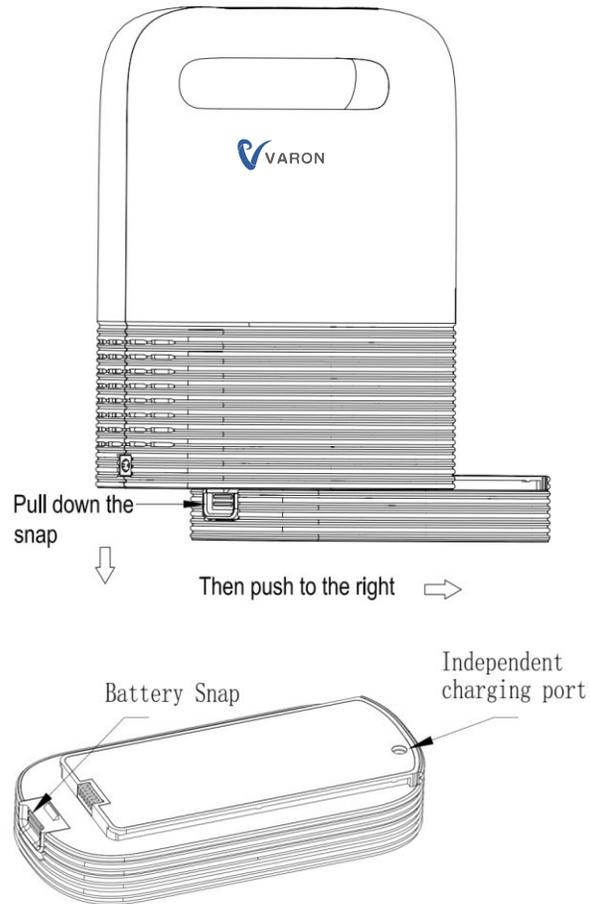
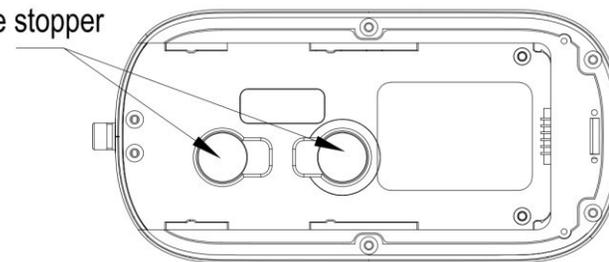

Figura 3 -- Diagrama esquemático de reemplazo y uso de la batería
Figura 8 -- Diagrama esquemático de la parte inferior del dispositivo
- ② Saque la batería como se muestra en la Figura 3 y luego conecte el adaptador de CA como se muestra en la Figura 7 para cargar la batería;
Método de reemplazo: Primero, saque la batería como se muestra en la Figura 3, coloque el dispositivo plano y luego quite los dos tapones de silicona que se muestran en la Figura 8. En este momento, podrá ver el filtro de aire redondo en el interior, que se puede sacar con pinza. A continuación, coloque el filtro nuevo y, finalmente, vuelva a colocar los tapones de silicona en su lugar.